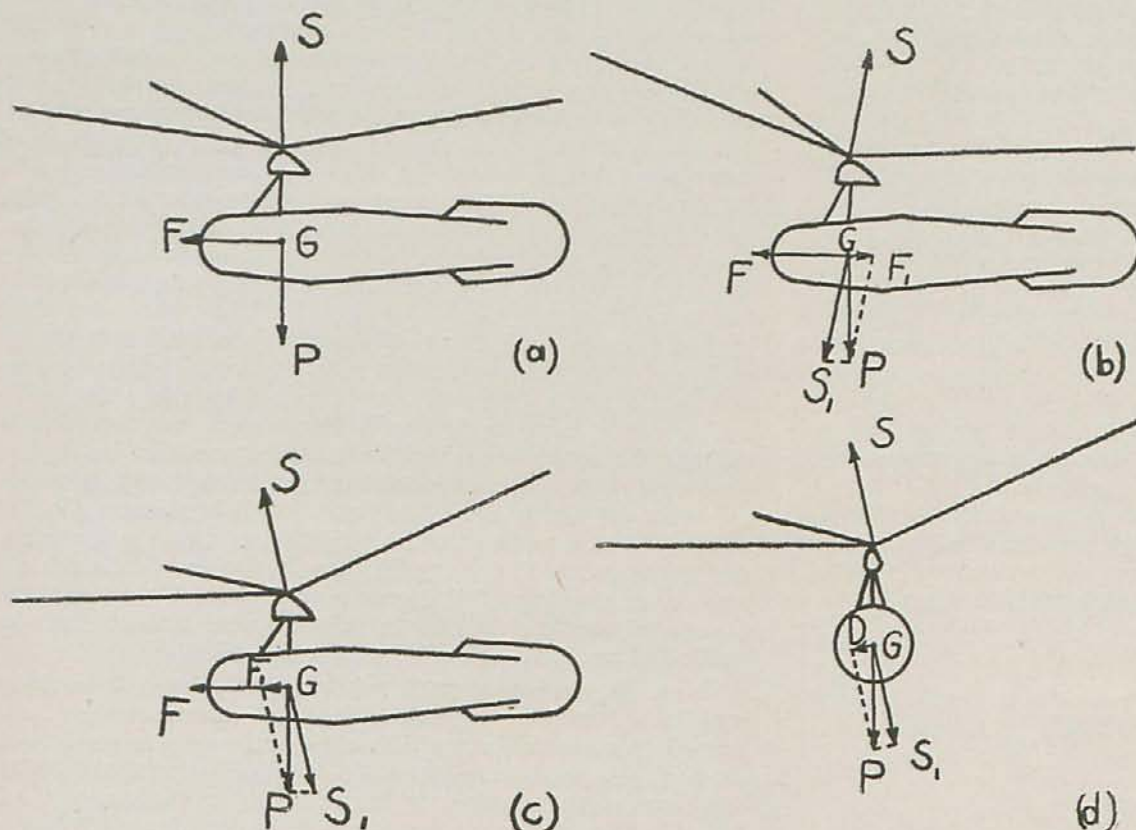

Fig. 2.
Los mandos obran del siguiente modo: al inclinar la palanca hacia atrás, no cambiará la posición de las palas al pasar por delante y por detrás del eje de giro, porque la articulación no permite que se transmitan a las mismas los movimientos del eje del rotor; pero por los costados cambiará su ángulo de ataque, con lo que la sustentación varía, tomando la nueva dirección del eje de giro. Sea (fig. 2, b) S la sustentación del rotor; P , el peso del aparato, y F la tracción de la hélice; descompongamos P en S_1 y F_1 , con lo cual se ve claramente que el par rotacional $S-S_1$ tiende a encabritar el aparato. Análogamente sucede al inclinar la palanca hacia adelante; por la acción del par $S-S_1$ (fig. 2, c), el aparato picará (1).
Para los virajes, se inclinará la palanca hacia la derecha o hacia la izquierda, según el lado a que queramos virar, con lo cual, y por análogas razones a las anteriores, se produce el par $S-S_1$ (fig. 2, d) y la fuerza de derrape D , creándose por la deriva un viento relativo, que al actuar sobre el plano vertical de cola obliga a virar al aparato a modo de veleta (2).